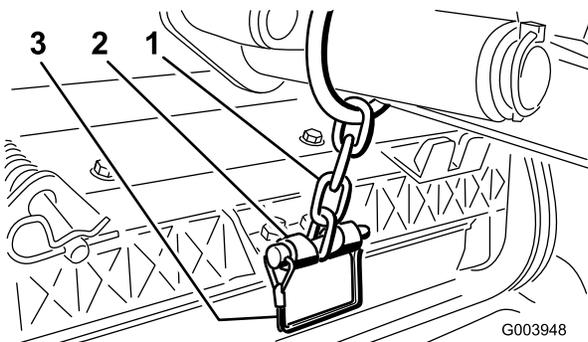

Figura 9
12. Prenda a corrente do braço de elevação ao suporte da corrente com o pino de encaixe (Figura 9).